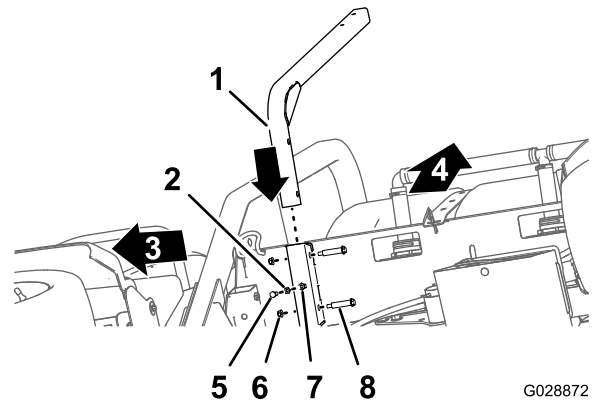

Bild 35
1. Fluchten Sie das Stützrohr für den Frischwasserbehälter mit dem Kanal der Behälterstütze aus (Bild 35).
2. Fluchten Sie die Löcher im Stützrohr mit den Löchern im Kanal aus (Bild 35).
3. Befestigen Sie das Rohr mit zwei Ansatzschrauben und zwei Sicherungsmuttern ($\frac{3}{8}$ ") am Kanal (Bild 35).
4. Schrauben Sie die Klemmmutter ($\frac{3}{8}$ ") in die Schraube ($\frac{3}{8}$ " x 1"), siehe Bild 35.
5. Schrauben Sie die Schraube und Klemmmutter auf die Schweißmutter unten am Behälterstützkanal und ziehen die Schraube und Klemmmutter an (Bild 35).